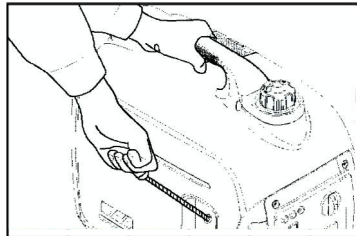

рис.13
4. Медленно потяните за рукоятку ручного стартера до появления ощутимого сопротивления, затем резко дерните рукоятку на себя и, не отпуская, плавно верните ее в исходное положение (рис.13). Если двигатель не запустился, повторите действие еще раз, пока двигатель не запустится.